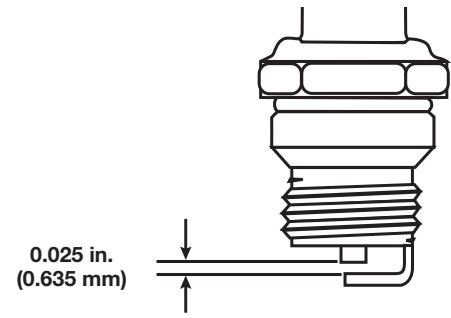

Fig. 12
4. Use un calibrador de hoja para ajustar la abertura de la bujía a **0.025 pulgadas (0.635 mm)** (Fig. 12).